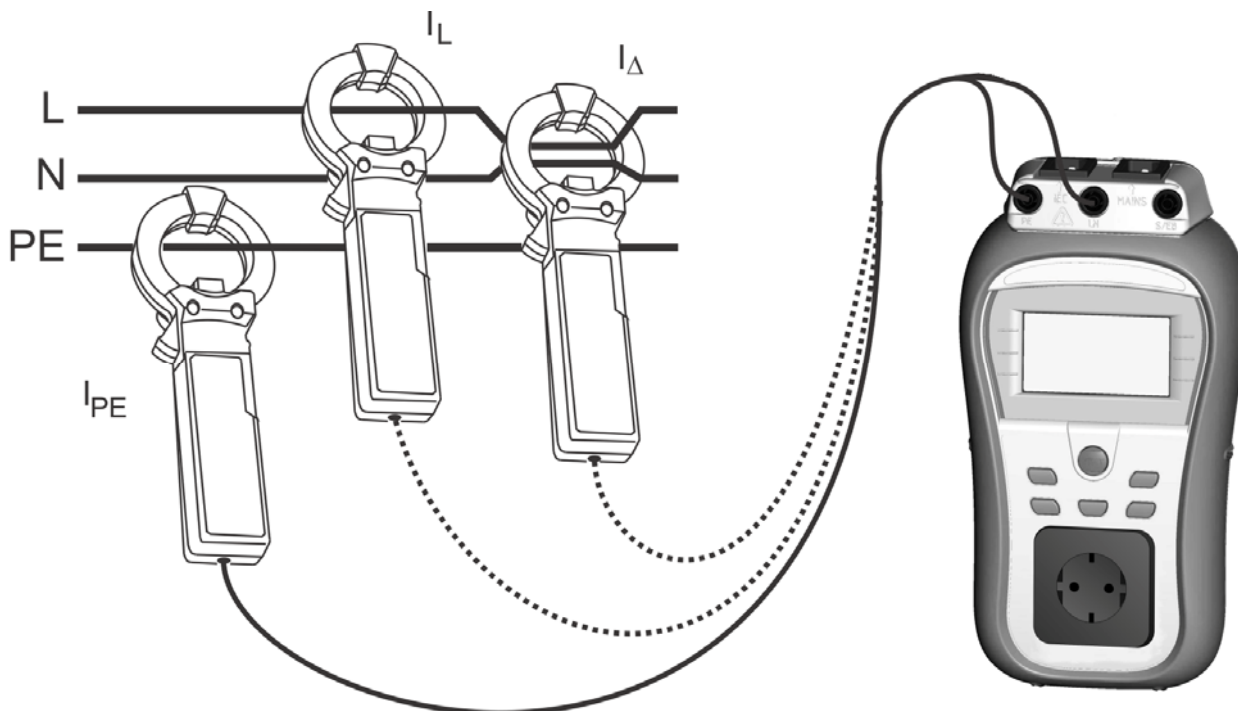

Abbildung 5.44: Messung des Zangenstroms
- › Die Stromzange an das Instrument anschließen (siehe **Abbildung 5.44**).